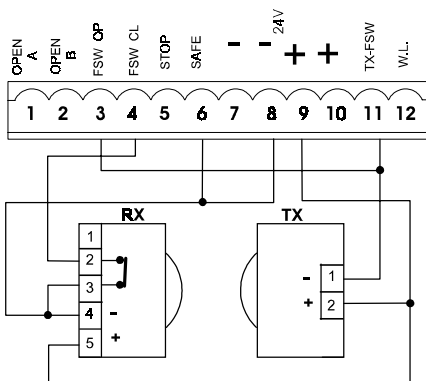

Рис. 9
**FSW CL** – Контакты подключения устройств безопасности на закрывание: назначение данных подключений - для защиты полотна ворот при закрывании. При работе по логике А-АP-S-E-EP срабатывание устройств приводит к реверсивному движению полотна ворот или немедленной остановке и последующему реверсивному движению, когда это установлено (см. параграф: программирование). При работе по логике В и С, срабатывание приводит к прерыванию движения. Если ворота открыты, и датчики, подключенные к данным клеммам, сработали, то это предотвратит движение ворот на закрывание. (рис. 9).